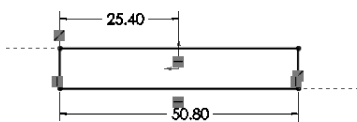

图 12-26 绘制草图并标注尺寸 2
4) 单击【特征管理器设计树】中的【基准面 1】图标, 使其成为草图绘制平面。单击【标准视图】工具栏中的 (正视图) 按钮, 并单击【草图】工具栏中的 (草图绘制) 按钮, 进入草图绘制状态。使用【草图】工具栏中的 (直线)、 (智能尺寸) 工具, 绘制如图 12-26 所示的草图。单击 (退出草图) 按钮, 退出草图绘制状态。